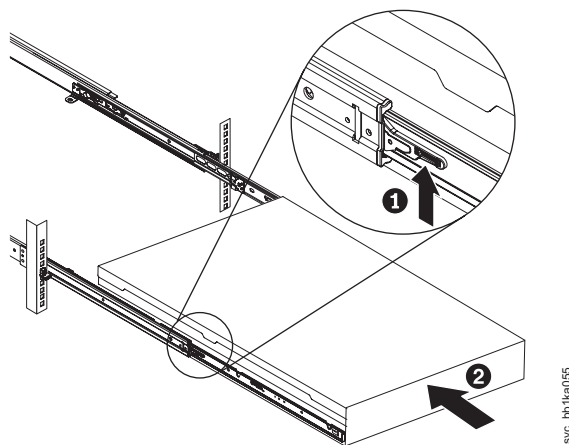

図 127. ラックのスライド・レールの SAN ボリューム・コントローラー 2145-CF8 ロック・レバーを上げる
12. スライド・レール上のロック・レバー（図 127 の **1**）を上げて、サーバー **2** を、所定の位置にカチッと音を立てて収まるまで、ラック内に完全に押し込みます。